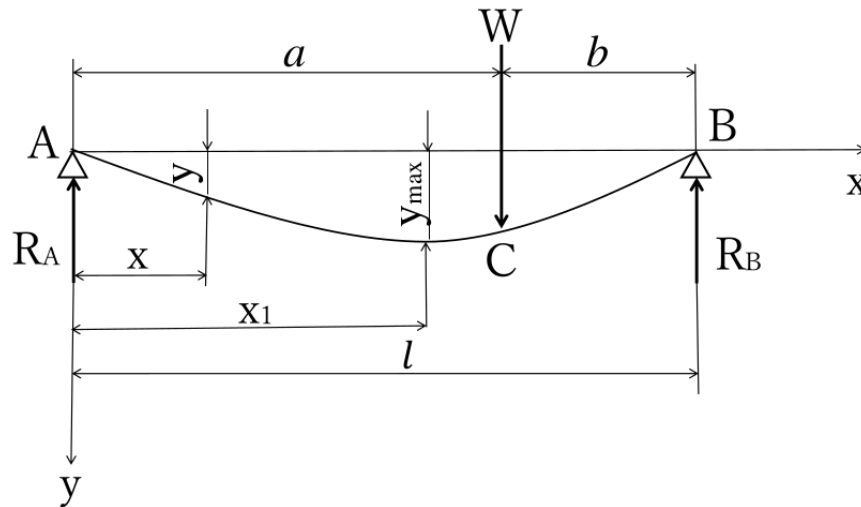
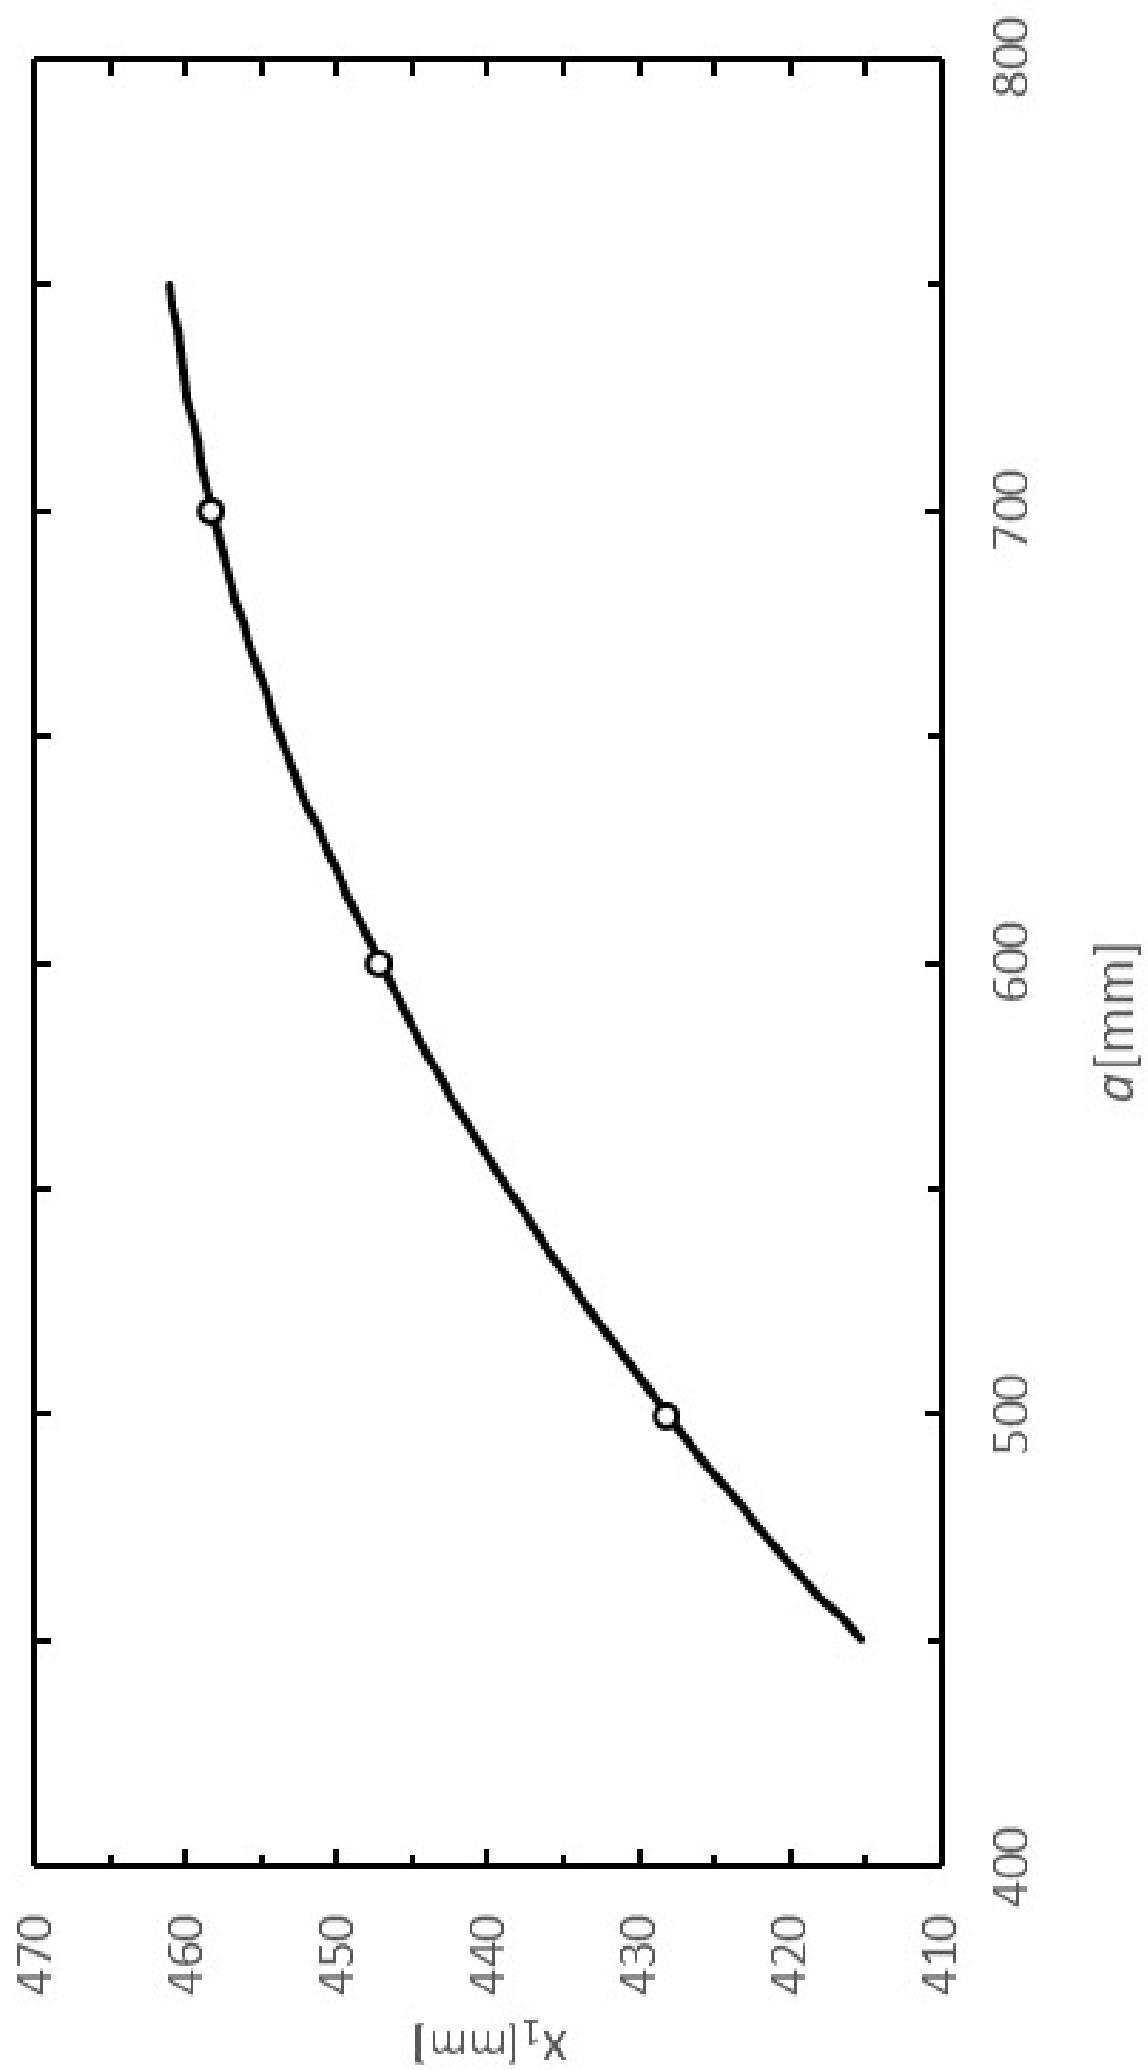
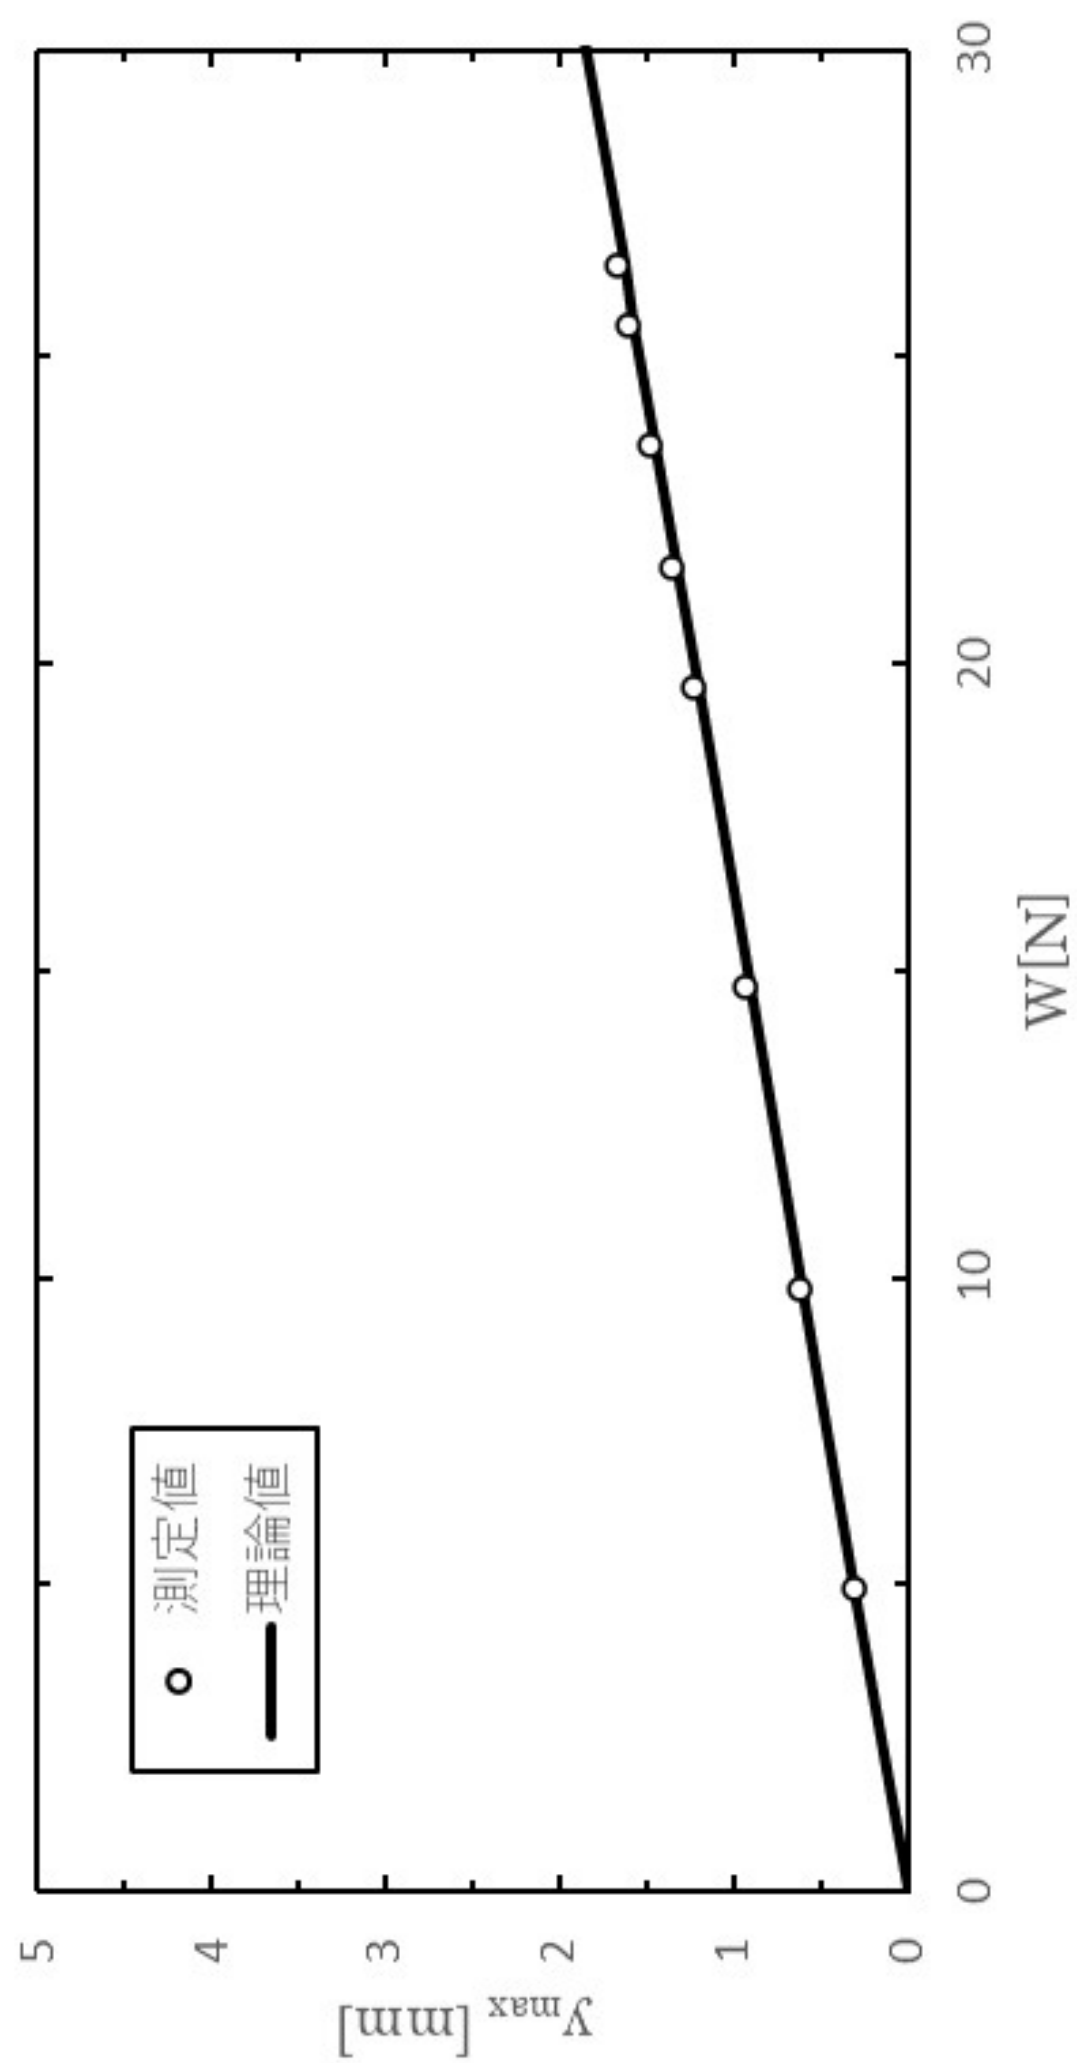
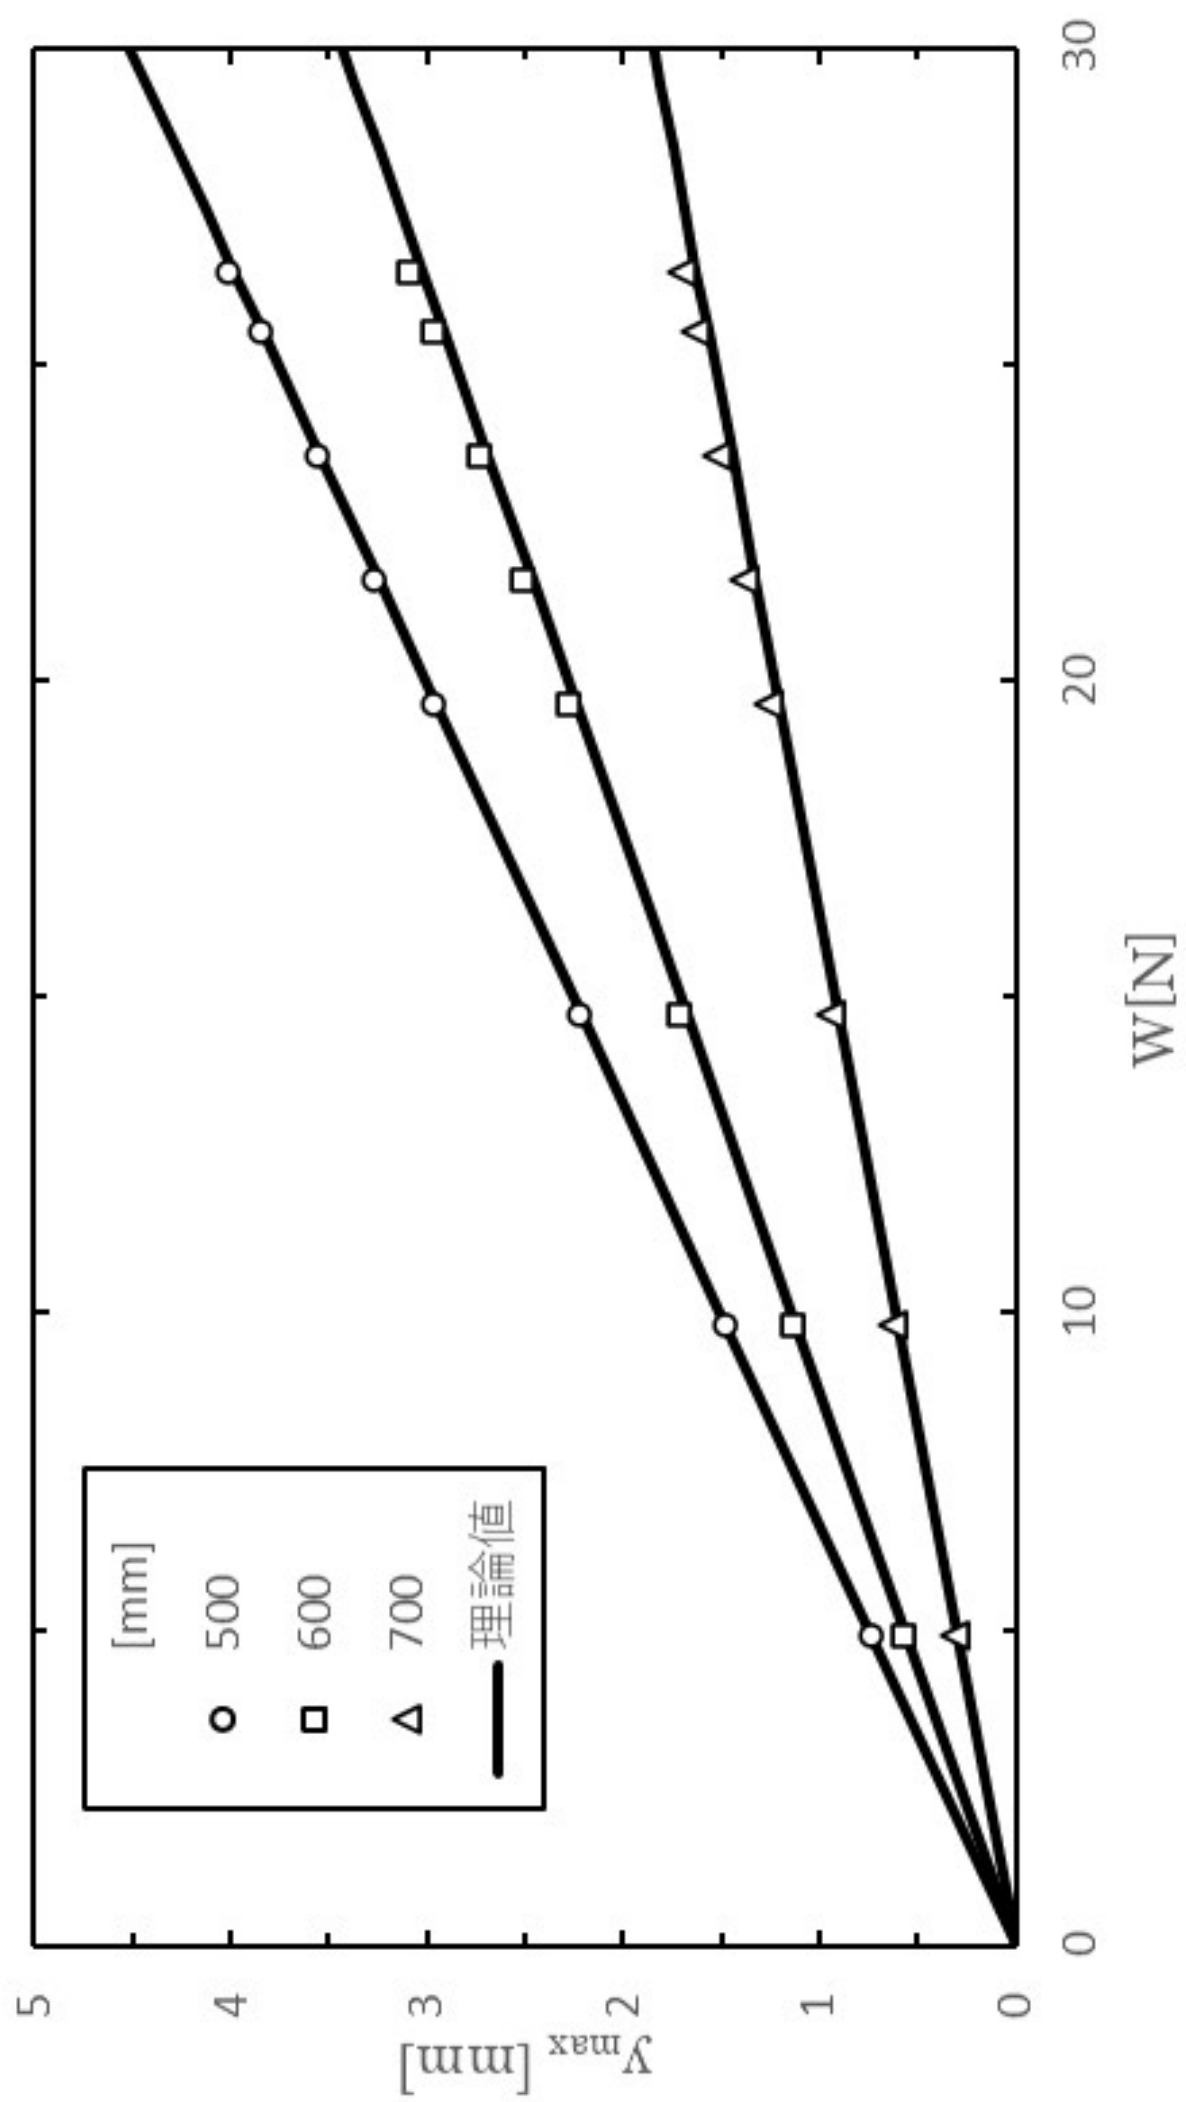

図 1: 両端支持ばりの模式図
図 2:  $a$  と  $x_1$  の関係
図 6:  $a = 700$
図 7:  $a = 500, 600, 700$
両端支持ばりのたわみに関する模式図を図 1 に示す。
1. 図 1 の左支点  $A$  から集中荷重  $W$  の作用点  $C$  までの距離  $a$  が  $500, 600, 700[mm]$  と増加するにつれて,  $x_1$  はどのように変化するか．図（横軸を  $a$ , 縦軸を  $x_1$  とする）を描き, 考察せよ．[図 2]
図 2 は, 横軸を  $a$ , 縦軸を  $x_1$  として  $a$  と  $x_1$  の関係を示している．図 2 から明らかのように, 左支点  $A$  から点  $C$  までの距離が増加すると, 最大たわみを生じる  $x_1$  も増加する．式 (2) の  $\ell^2 - b^2$  の  $b$  の値が小さくなると,  $x_1$  が大きくなるからである．また, 変化量が  $a$  が大きくなるに連れ小さくなっている．
横軸に  $W[N]$  を, 縦軸に誤差率  $\delta[%]$  をとって, 図を描け [図7].
図3 から 5 に  $a = 500, 600, 700$  のときの, 荷重  $W[N]$  と, 最大たわみ  $y_{max}$  の関係をグラフを示す. 図6 に  $a = 500, 600, 700$  をまとめたものを示す. 図7 に軸に  $W[N]$  を, 縦軸に誤差率  $\delta[%]$  を取ったものを示す. 図3 から 5 より測定値が理論値を大きく外れていないことが確認できる. また荷重  $W[N]$  と最大たわみ  $y_{max}[mm]$  が比例関係にあることも直線であることから読み取れる. 図6 より  $a$  が大きくなればなるほど傾きが小さくなっているのがわかる. これは端によれば寄るほど最大たわみが小さくなることを示している. 誤差の原因として考えられるのは, おもりを置く位置などの過失誤差による影響が大きいと考える. 式(1)の  $b$  を  $l - a$  とすると  $a$  が大きくなれば分母が小さくなり  $y_{max}$  が小さくなることがわかる. 図7 より誤差率は  $a$  が大きいほど高くなっている. これは値が小さくなった影響だと考えられる. 実験結果からもわかるように誤差が発生している. なぜ誤差が発生したのだろうか. 考えられる要因として,  $x_1$  のズレが考えられる. では  $x_1$  の位置にセンサヘッド支持台中心を移動させたときのズレがどれほど結果に影響するか調べる. これは以下の式より求められる. 図1 より垂直方向の力のつり合いと B 点に関するモーメントのつり合いから,